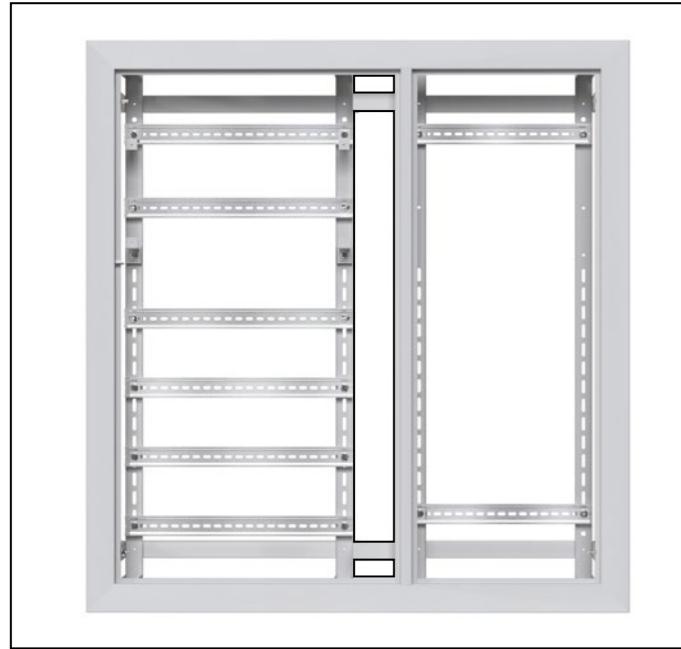

Рис. 25
4.1 Фазные кабели подключать в месте прокладки магистральных кабелей (Рис. 25) через ответвительные сжимы «орех» (приобретается отдельно) к модульному оборудованию.